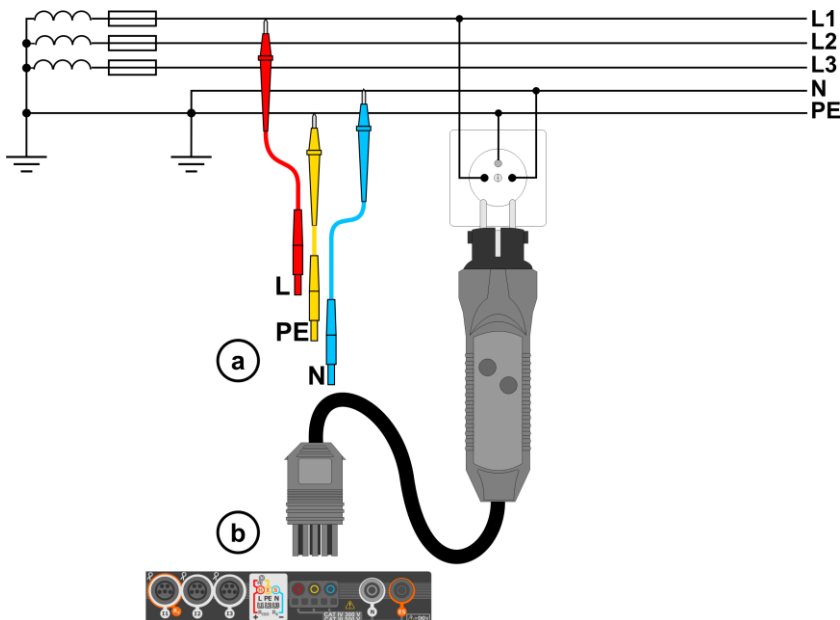
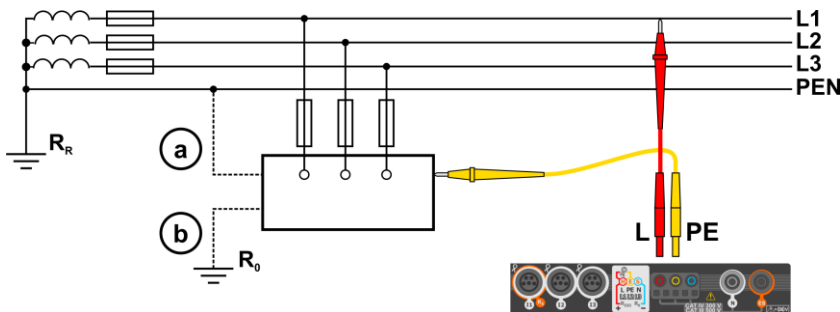

Fig. 3.1 Messung im L-PE Netz
Fig. 3.2 Überprüfung des Prüfgerätegehäuses auf Schutz gegen elektrischen Schlag im Falle eines: ① TN Netzes oder ② TT Netzwerk
- ① Schließen Sie die Messleitungen gemäß der Abbildung **Fig. 3.1** oder **Fig. 3.2** an